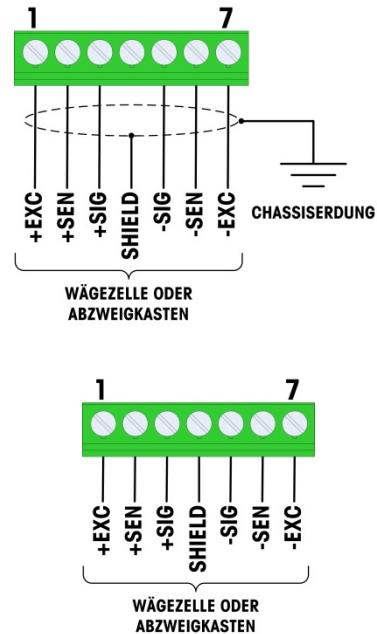

Abbildung 2-23: Wägezellenabschluss, Gehäuseerdung (oben) und Erdanschluss (unten)
Tabelle 2-4 und Abbildung 2-23 zeigen die Klemmenfestlegungen für die Klemmenleiste der analogen Wägezelle. Bei der Verwendung von vieradrigen Wägezellen müssen zwischen den Klemmen +EXC und +SEN und zwischen den Klemmen -EXC und -SEN Jumper platziert werden.
- 3. Verbinden Sie die Wägezellenadern mit dem Stecker der Hauptplatine. Achten Sie auf den Farbcode der anzuschließenden Wägezellenader, Abbildung 2-23.
5. Die Ferritperle des Terminals wird über das Kabelende geschoben, und die Adern werden mit dem Wägezellenstecker verbunden. Achten Sie auf den Farbcode der anzuschließenden Wägezellenader, Abbildung 2-23.
2. Schieben Sie die Ferritperle über das Wägezellenkabel und verbinden Sie die Wägezellenadern mit dem Stecker der Hauptplatine. Achten Sie auf den Farocode der anzuschließenden Wägezellenader, Abbildung 2-23.
7. Verbinden Sie die Wägezellenadern mit dem Stecker der Hauptplatine. Achten Sie auf den Farocode der anzuschließenden Wägezellenader, Abbildung 2-23.